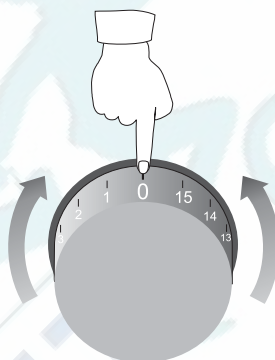

Fig. 8
15. После завершения пользования, всегда устанавливать маховик программатора в положение 0 и закрыть приток воды (см. Рис. 8 и 12).